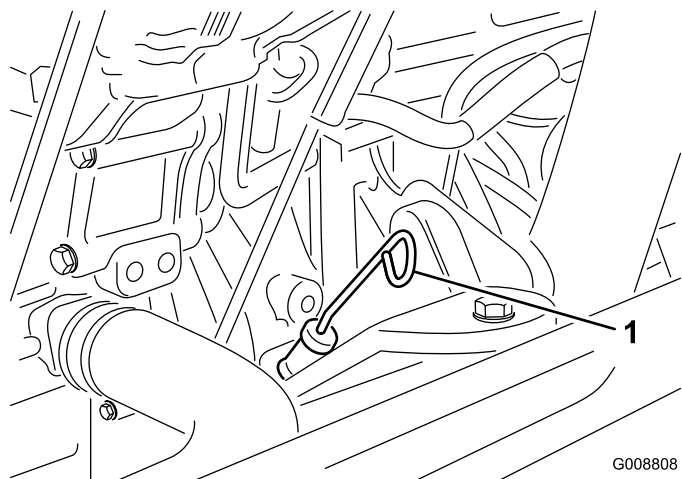

Figure 5
- Sortez la jauge, essuyez-la sur un chiffon propre, remplacez-la dans le goulot de remplissage, puis ressortez-la. Le niveau d'huile doit atteindre le repère du plein (Figure 5).